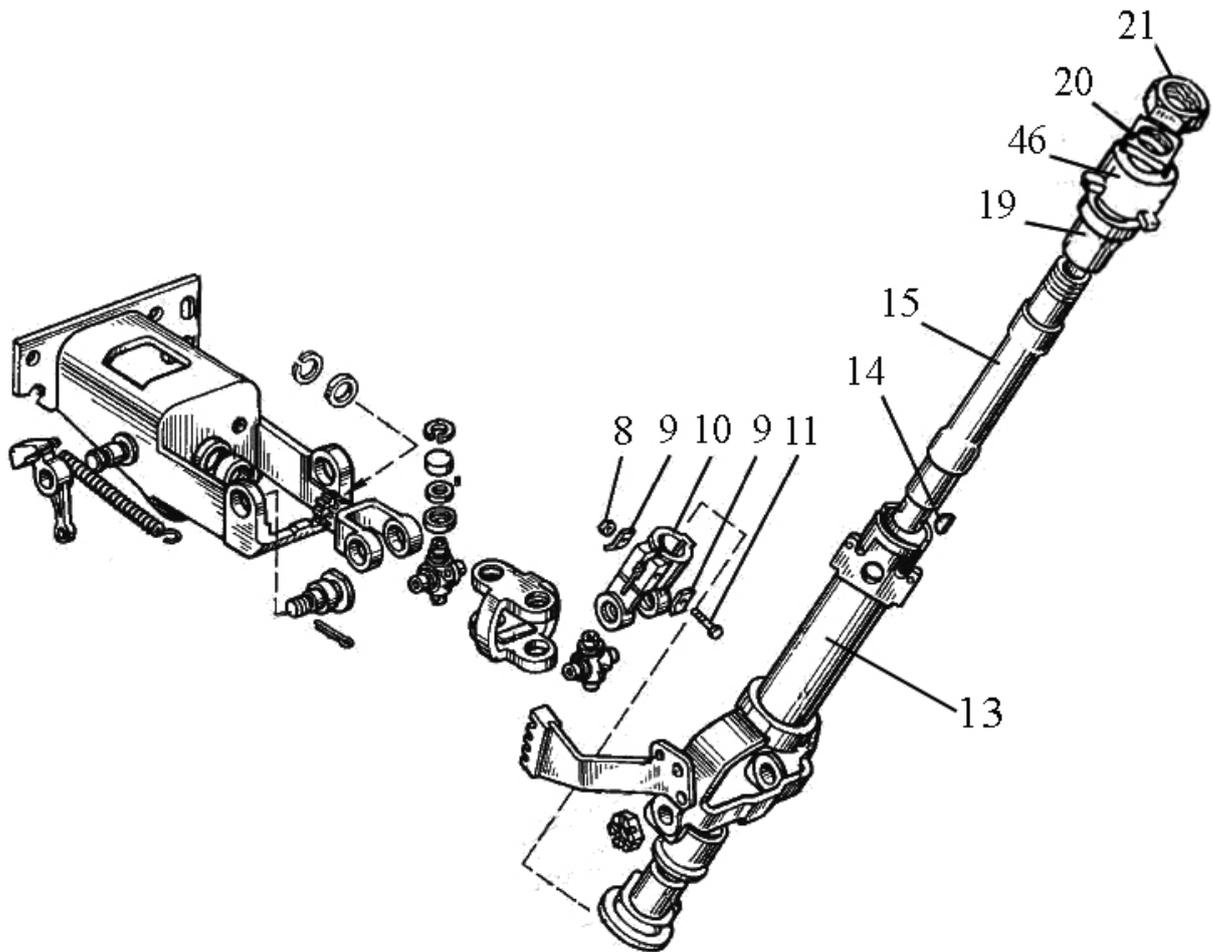

Рисунок 6.14
11) нанесите на торец шайбы (32) смазку «Литол-24» и прижмите рукой к торцу втулки (19);
12) придерживая снизу трубы (13) втулку (19) с амортизатором (18) и шайбу (32), вставьте сверху вал (15) в трубу (13);
13) установите сегментную шпонку (14), **(рисунок 6.14)**, размером 5x10 мм в шпоночный паз вала (15) и вставьте хвостовик вала в вилку (10) карданного соединения так, чтобы шпонка вошла в шпоночный паз вилки (10);
14) совместите прорезь вала (13) с отверстием в вилке (10);
15) установите болт (11) с отгибной шайбой (9), и гайку (8) со второй шайбой (9);
16) затяните гайку (8) и законтрите болт и гайку отгибными шайбами;